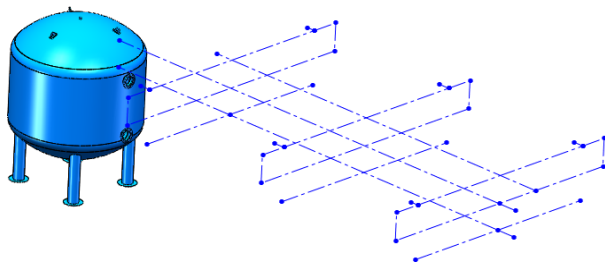

图 3-33 创建的辅助线效果
STEP 3 退出布线模式，创建基准面，在其中绘制多条辅助线，如图 3-33 所示（草图中，横向的草图线距离每排罐子罐口的距离为 750mm，顶部罐口下的草图线，与最顶部的草图线